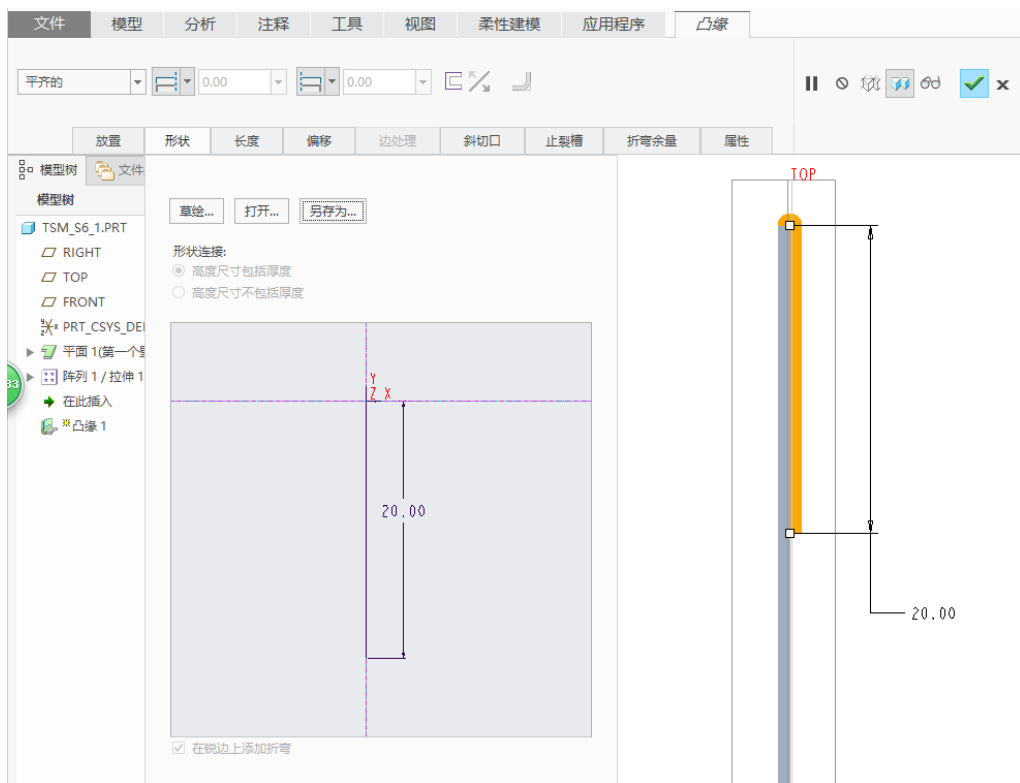

图 6-8 指定形状尺寸
(4) 在“凸缘”选项卡中单击“形状”按钮以打开“形状”面板，接着在“形状”面板上设置图 6-8 所示的形状尺寸。